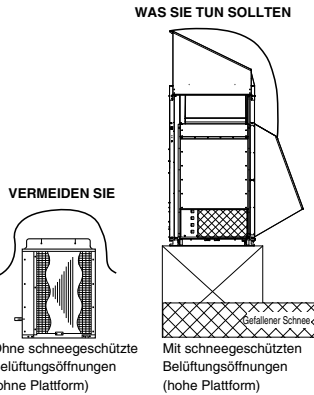

Abb. 2-5
In Gebieten mit starkem Schneefall muss die Außeneinheit mit einer festen, erhöhten Plattform und schneegeschützten Belüftungsöffnungen versehen werden. (Abb. 2-5)
- Die Plattform muss höher als die maximale Schneetiefe sein. (Abb. 2-5)